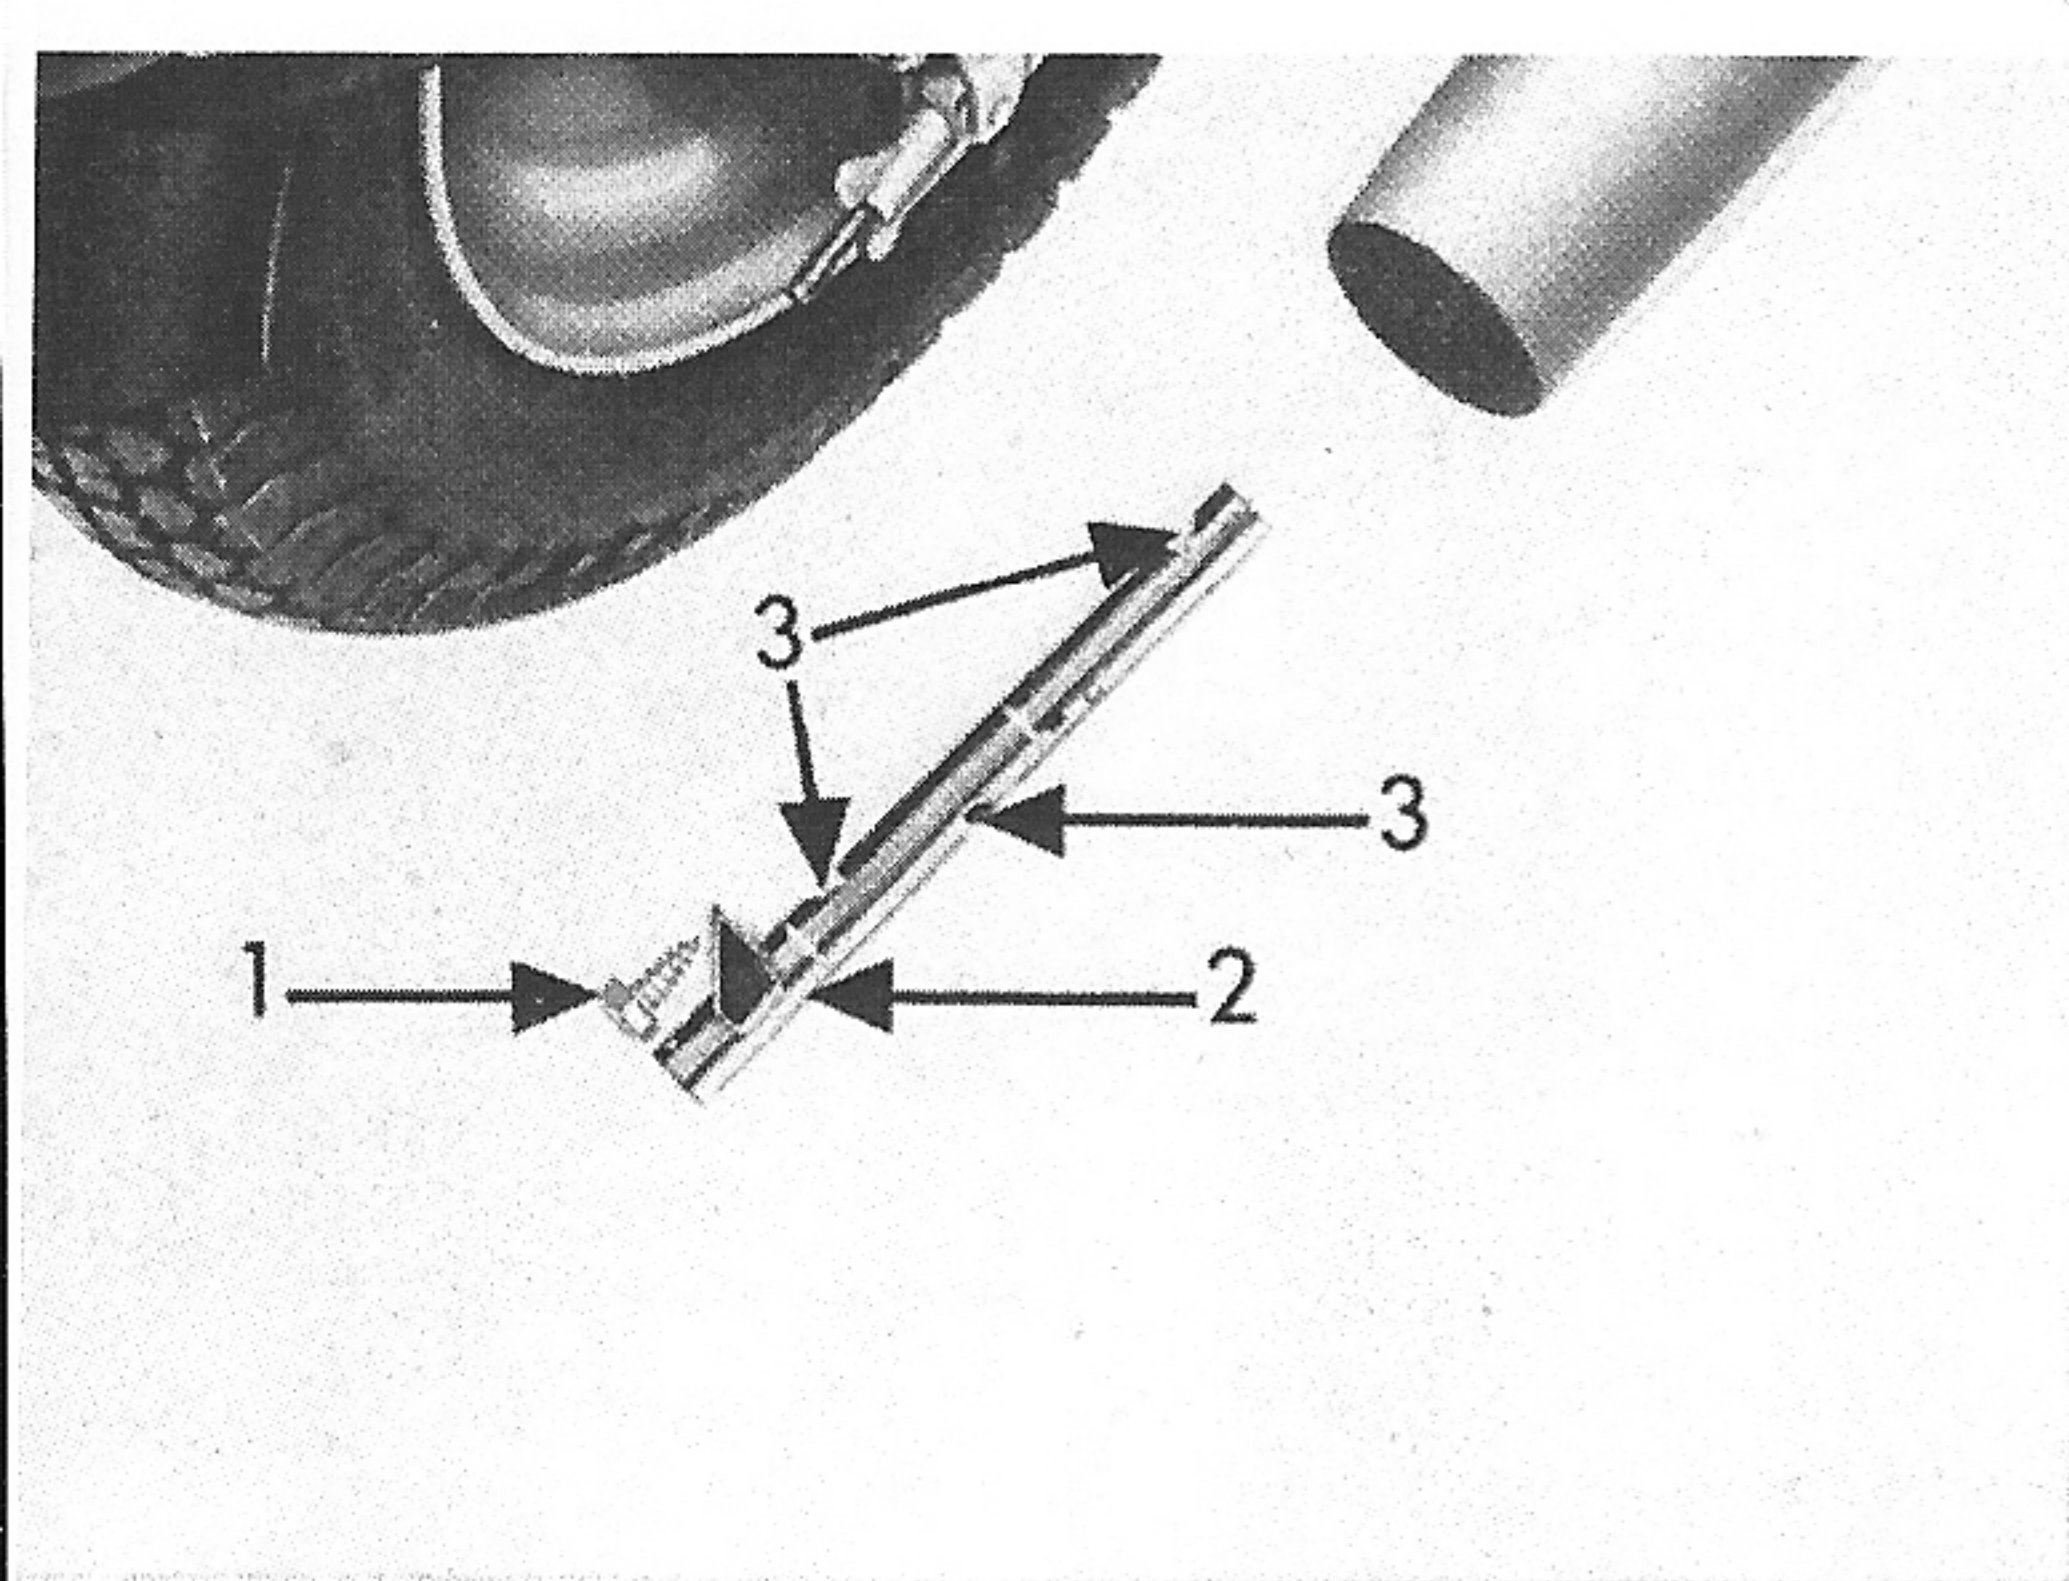

Bild 35
**Auspuff reinigen** (s. Bild 35)